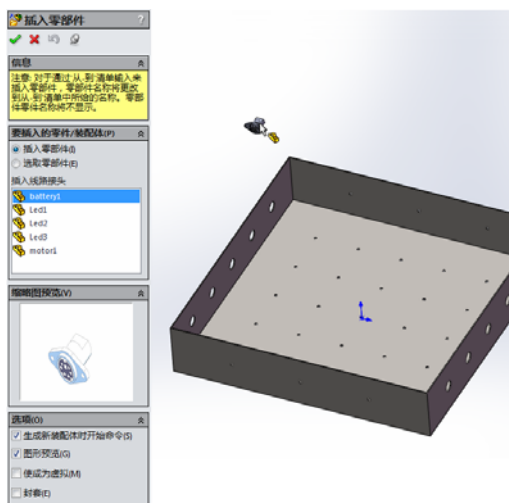
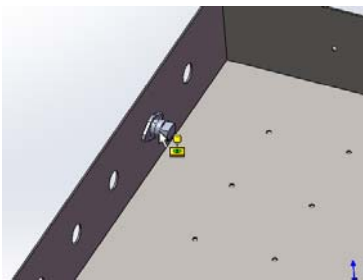

图 18-23 “插入零部件”属性管理器
图 18-24 放入 battery1 线路接头
④ 单击提示框中的“是”按钮，系统弹出图 18-23 所示的“插入零部件”属性管理器。同时鼠标显示第一个线路接头“battery1”的预览。滚动鼠标将分线盒的左侧壁放大，然后将“battery1”移动到从上往下数第二个孔的位置，当鼠标右侧变为只能配合图标时如图 18-24 所示，单击将 battery1 放入到模型中。